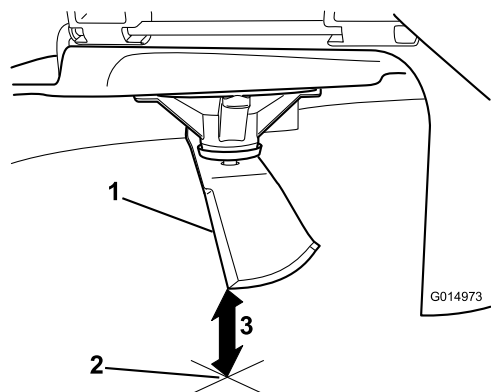

Bild 62
5. Messen Sie von der Messerspitze bis zu ebenen Fläche (**Bild 62**).